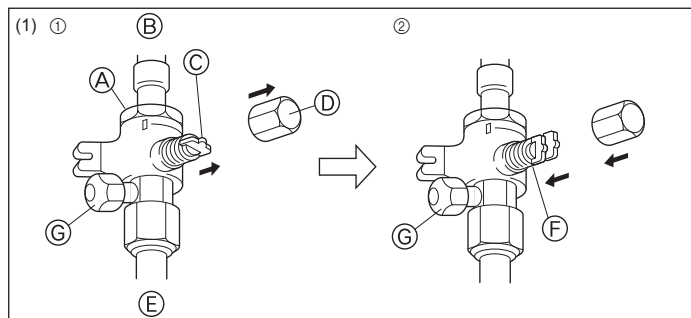

Fig. 4-9
- (1) Côté gaz (Fig. 4-9)
- ① Enlever le capuchon, ramener la poignée vers soi et la tourner d'un quart de tour en sens inverse des aiguilles d'une montre pour ouvrir la vanne.
- ② Vérifier que la vanne d'arrêt est complètement ouverte, appuyer sur la poignée et tourner le capuchon pour le ramener sur sa position d'origine.